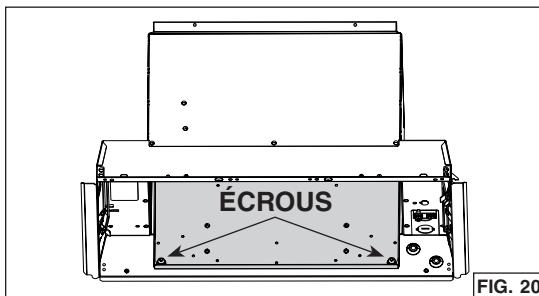

FIG. 20
- Par l'intérieur de l'appareil, détacher la plaque arrière (en gris dans la FIG. 20) en retirant ses 2 écrous de retenue à l'aide d'une douille de 3/8 po de diamètre. Mettre de côté les écrous et la plaque.